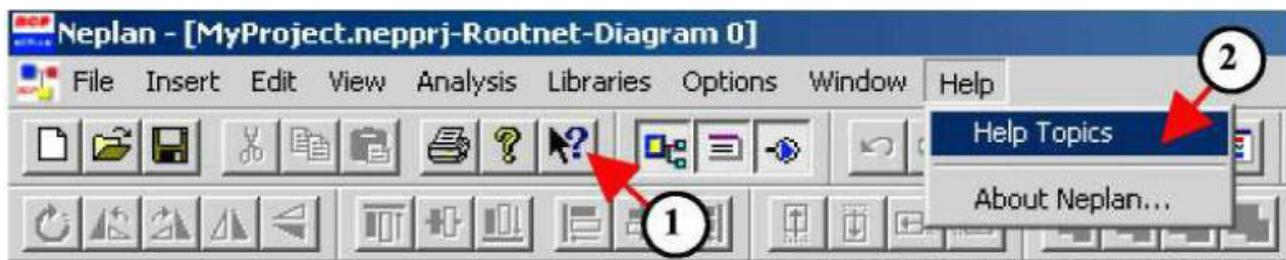

Рисунок 2.2 – Способи виклику он-лайн допомоги (*Online Help*)
**Он-лайн допомога (*Online Help*).** Для виклику он-лайн допомоги (*Online Help*) необхідно натиснути кнопку  на панелі інструментів (рис. 2.2).
За допомогою кнопки  (цифра 1) відбувається виклик контекстно-пов'язаної підказки (*Help*). Вибираючи підказку теми (*Help Topics*), як показано на рис. 2.2 (цифра 2) у вкладці панелі меню *Help*, користувач може отримати додаткову інформацію за допомогою тематичної підказки.